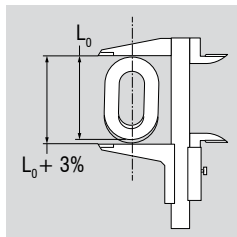

Fig. 13.2: Ikke tilladt slid eller udvidelse af et kædeled
- Ikke tilladt slid eller udvidelse af et kædeled foreligger når f.eks. den indvendige nominelle længde er overskredet med 5 %. Det svarer til en udvendig udvidelse på 3 % (Fig. 13.2)